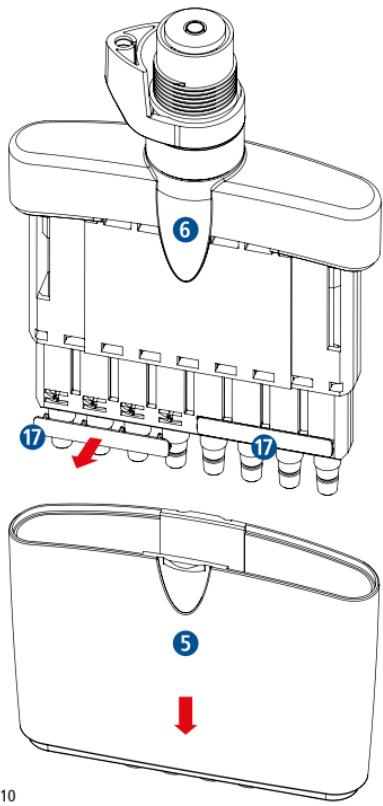

Fig.10
- Rimuovere il manicotto di espulsione **5** allentando/sollevando il dispositivo di fissaggio **6** (Fig. 10).